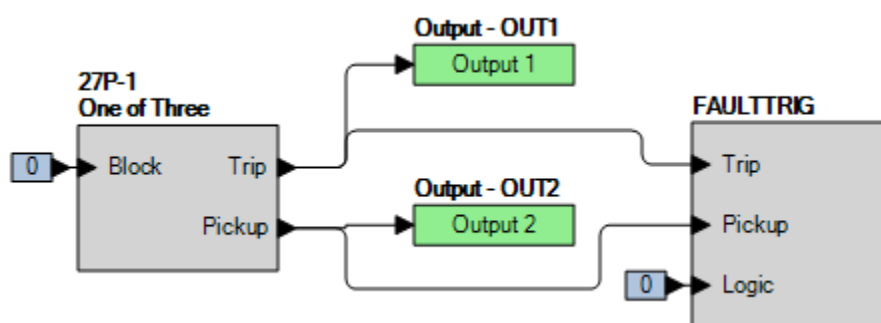

Figura 58-1. Ajustes de BESTLogicPi+us
Paso 2: Utilice BESTCOMSPi+us para configurar la Lógica programable de BESTLogicPi+us, como se muestra en la Figura 58-1.
Paso 4: Prepárese para monitorear la operación de la función 27P-1. El funcionamiento se puede verificar monitoreando OUT2 (consulte la Figura 58-1).